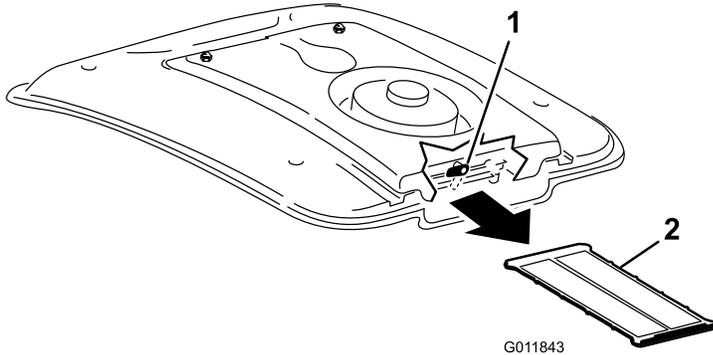

Bild 74
2. Drehen Sie den Riegel hinten an der Lüfterbefestigung zur Seite (Bild 74).
3. Schieben Sie das Klimaanlagegitter unter der Klimaanlagenspule heraus (Bild 74).
4. Reinigen Sie das Gitter gründlich mit Druckluft (Bild 74).